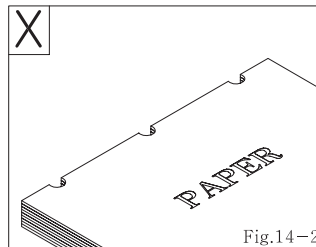

Fig.14-2
- 천공구멍이 용지의 끝단에 물려서 천공이 되지 않도록 주의한다(Fig.14-2).